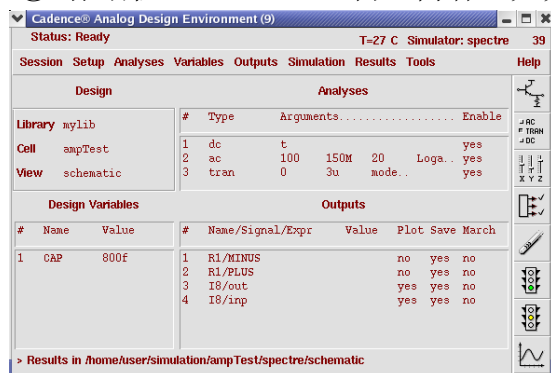
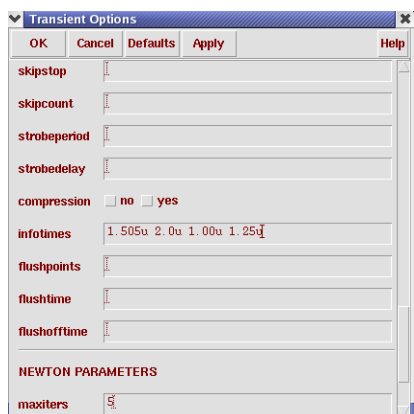

图 5.2 Simulation 窗口
图 5.8 Transient Options 窗口
- 仔细检查 Simulation 窗口内容，尤其 Outputs 栏应与图 5.2 完全一致。
- ① 在 CIW 窗口中，选择 Tools→Library Manager，在 Library Manager 窗口中，选择 mylib 并打开 ampTest schematic，在 ampTest schematic 窗口中，选择 Tools→Analog Environment 来运行 simulation。
- ② 在 simulation 窗口中，选择 Session→Load State，在 Loading State 栏，读取存档 State1，点击 OK，simulation 窗口如图 5.2 所示。
- ③ 点亮 simulation 窗口右侧 Analyses 栏中的 ac 部分，选择 Analyses→Disable，注意图中 ac 行的最末端显示由 yes 改变为 no，选择 Simulation →Netlist and Run 来提取网表和运行仿真。
- ④ 在 simulation 窗口中, 选择 Analyses→Choose, 弹出的 Choosing Analyses 窗口设置为 tran, 点击右下方的 Options 按钮, 打开 Transient Options 窗口, 如图 5.8 所示。